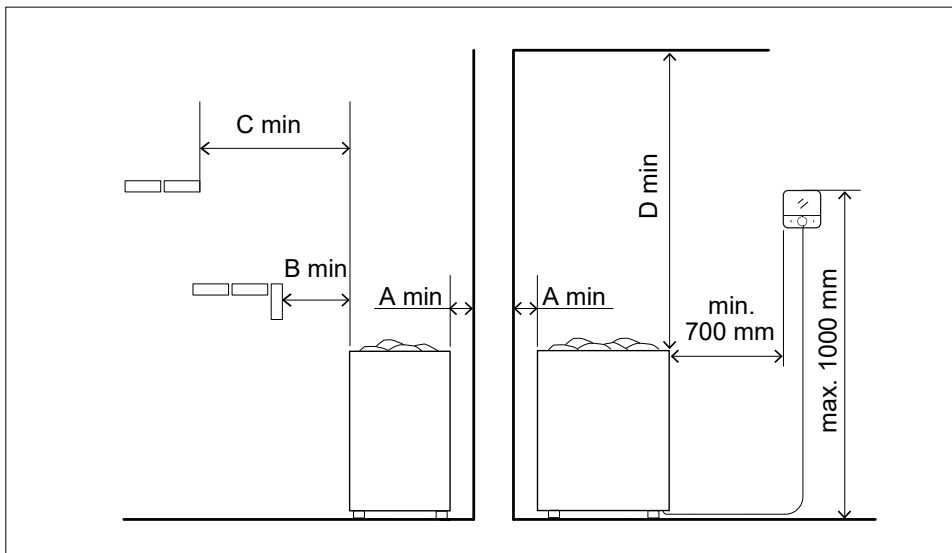

Abbildung 6.1-1. Mindestsicherheitsabstände
Bei Bedarf kann ein Ofenschutz um den Saunaofen herum gebaut werden. Dieser muss immer die in der Anleitung angegebenen Sicherheitsabstände zu brennbaren Materialien einhalten (Abbildung 6.1-1 und Tabelle 6.1-1). Die unsachgemäße Installation stellt eine Brandgefahr dar.
- Der Ofen kann auch in einer Wandnische installiert werden. In diesem Fall müssen die in Abbildung 6.1-1 dargestellten Sicherheitsabstände eingehalten werden.
- Das Bedienfeld darf nicht an einem Ort installiert werden, an dem die Höchsttemperatur von 80 °C überschritten wird. Wenn das Bedienfeld in der Dampfkabine installiert wird, muss der Installationsort mindestens den Mindestschutzabstand (0,7 m) zum Heizgerät und höchstens einen Meter (1 m) über dem Boden betragen. (Abbildung 6.1-1).